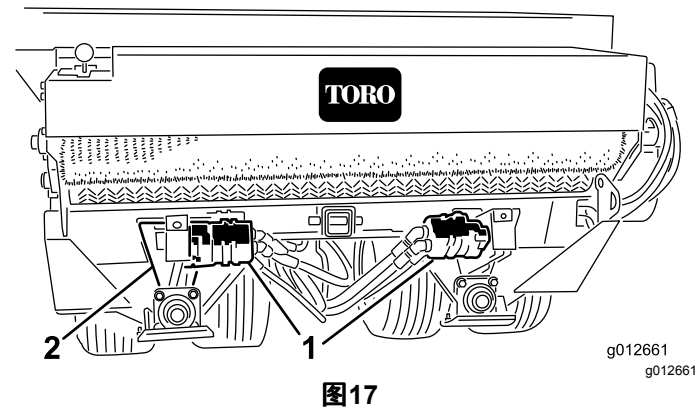

图17
2. 卸下将液压马达/泵固定到轴托架的托架螺栓和螺母 图17。
3. 旋转马达链轮总成 图17直至车轮传动链偏转 3.2mm。